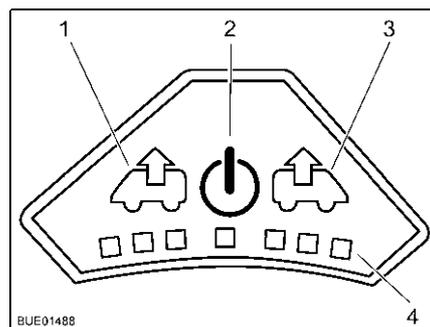

Fig. 134 Quadro comandi del ventilatore
- Accensione:* ■ Premere il tasto On/Off (Fig. 134,2). Il ventilatore funziona in modalità comfort (sfiato al numero di giri minimi del ventilatore).
- Sfiato:* ■ Per aumentare il numero di giri del ventilatore: Premere il tasto Sfiato (Fig. 134,1). Il numero di giri del ventilatore aumenta di uno stadio in direzione sfiato. I LED (Fig. 134,4) indicano gli stadi di commutazione.
■ Per ridurre il numero di giri del ventilatore: Premere il tasto Aerazione (Fig. 134,3). Il numero di giri del ventilatore si riduce di uno stadio.
- Aerazione:* ■ Per aumentare il numero di giri del ventilatore: Premere il tasto Aerazione (Fig. 134,3). Il numero di giri del ventilatore aumenta di uno stadio in direzione aerazione. I LED (Fig. 134,4) indicano gli stadi di commutazione.
■ Per ridurre il numero di giri del ventilatore: Premere il tasto Sfiato (Fig. 134,1). Il numero di giri del ventilatore si riduce di uno stadio.
- Spegnimento:* ■ Premere il tasto On/Off (Fig. 134,2). Il ventilatore si ferma, i LED si spengono.